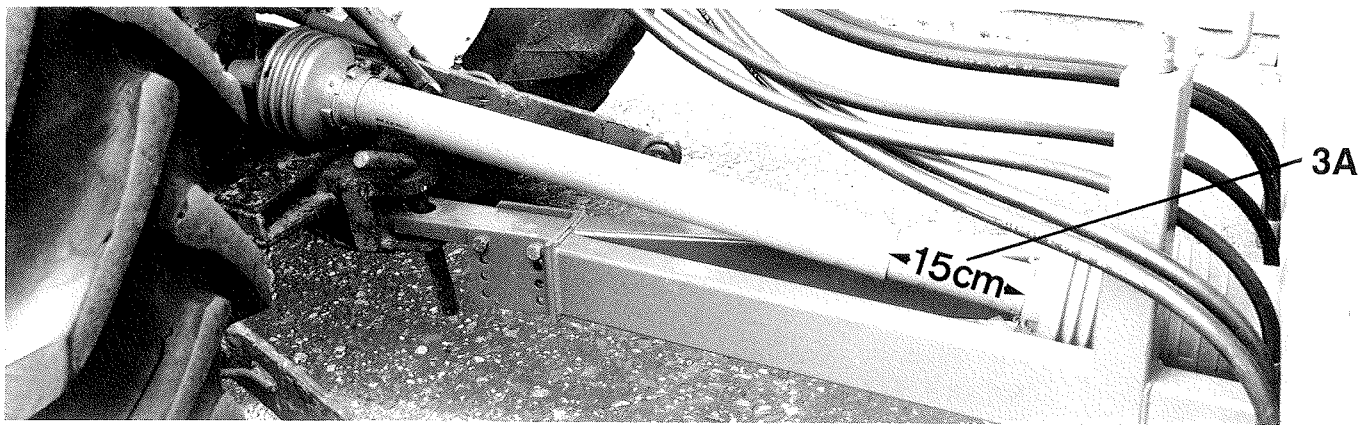

Abbildung 3: Benötigtes Spiel für die Gelenkwelle
2. Ankoppeln Gelenkwelle (Abb. 3)